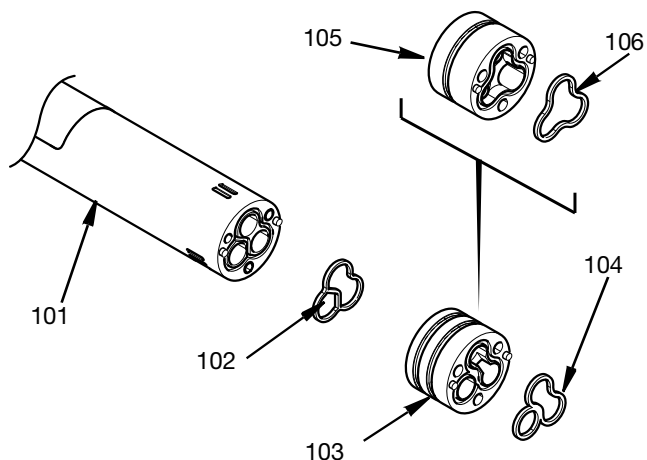

FIG. 13
5. Se necessario, rimuovere la guarnizione per singolo materiale (106) inferiore o la guarnizione per due materiali inferiori (104). È possibile rimuovere l'adattatore per singolo materiale (105) o l'adattatore per due materiali (103) e la guarnizione dell'adattatore (102). Vedere FIG. 13.